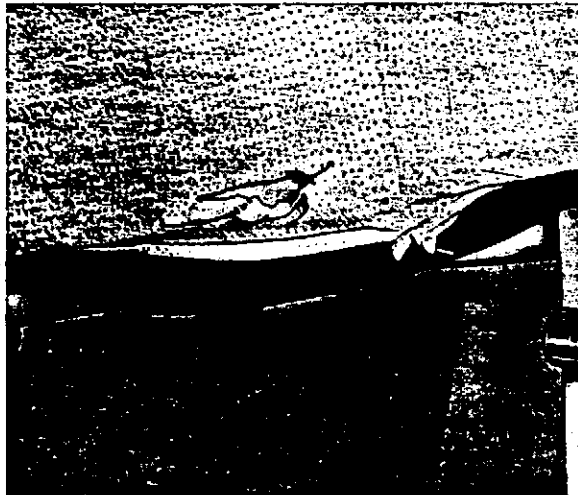

Abb. 68 Dachverkleidung und Koderleiste gelost
3. Köderleiste herausziehen und Dachverkleidung mit Hilfe einer Dachspachtel von der gezahnten Leiste lösen, siehe Abb. 68.